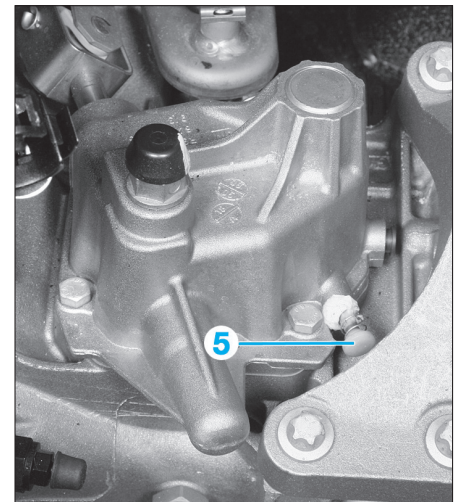

Fig. 10
- Tourner l'axe de fourchette vers la gauche (en direction de la 3e vitesse) (Fig.10).
- Enfoncer la goupille de réglage (5) dans l'orifice de réglage du couvercle de changement de vitesses.